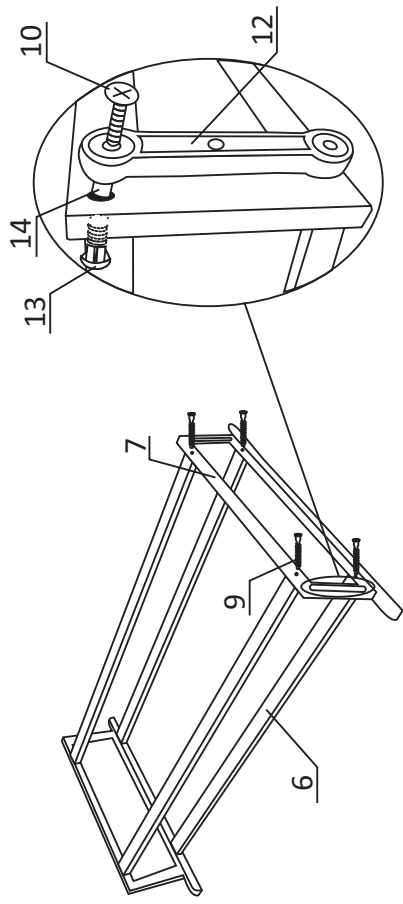

Рисунок 4
5. Собрать боковины каркаса (7) с планками каркаса (6) на винты конфирматы (9) в отверстия планок (см. рис. 4).
6. Установка механизма качания. Навесить планки механизма качания (12) на каркас на винт (10) с внешней стороны, через пластмассовую втулку (14) и гайку стяжную (13) с внутренней стороны, (см рис.4). Совместить кровать с каркасом. Навесить кровать на механизмы качания на винты (10) с внутренней стороны, через пластмассовую втулку (14) и стяжную гайку (13) с внешней стороны, (см. рис 5). Для ограничения качания кровати затянуть винты стопорения (11).
7. Установить заглушки (15).